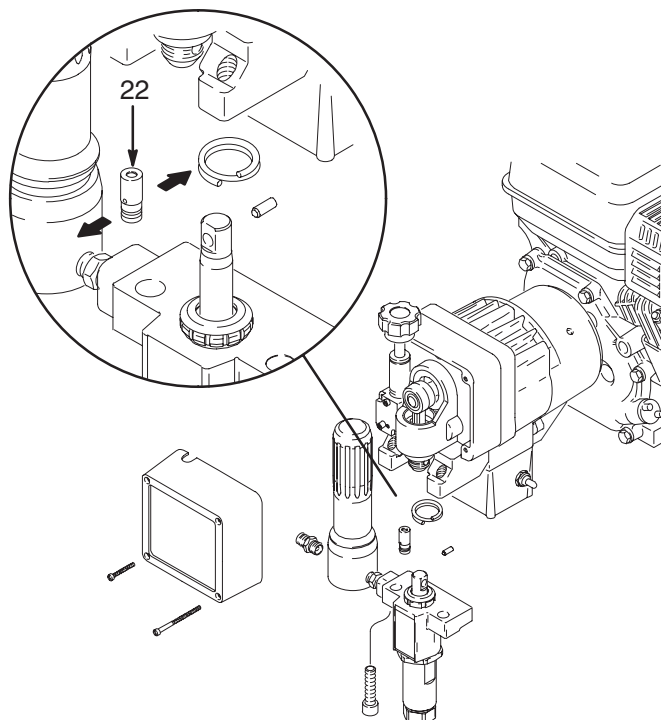

Fig. 12
REMARQUE: Voir Fig. 12 concernant cette procédure.
2. Tirer et tourner en même temps le capteur (22) pour le sortir du collecteur de la pompe.
6. Placer les orifices du capteur dans le sens indiqué par les flèches représentées à la Fig. 12.